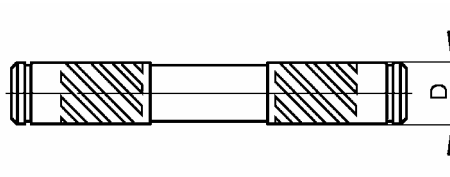

Рис.14.
4.2.14 Ось 2108-2306060 сателлитов, рис.14.